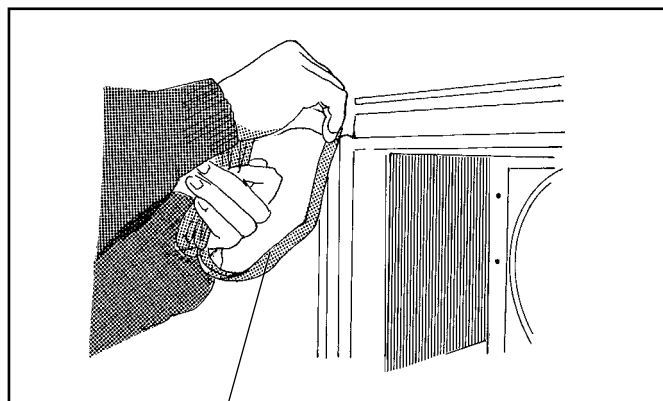

Рис. 1
1. Монтируй уплотнительную ленту на раме блока. См. рис.1 и 2.